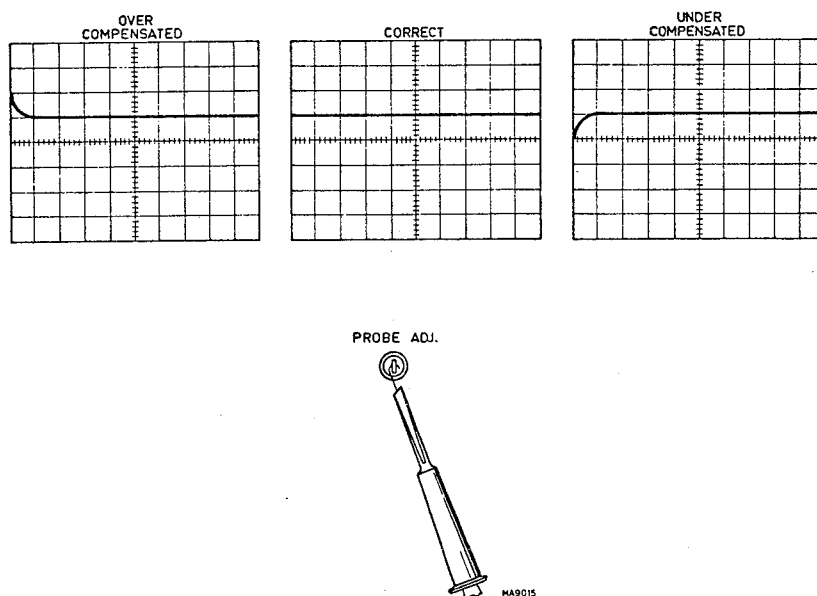

Abb. 2.4. Abgleich der Messköpfe PM 9336, PM 9336L und PM 9358
- Schalter AMPL/DIV (862) auf 5 mV/div stellen.
- Die Kompensationsdose mit Buchse A (851) verbinden und die Messkopfspitze an den Anschluss PROBE ADJ (854) legen.
- Mit einem kleinen Schraubenzieher durch die Öffnung der Kompensationsdose den Trimmer so einstellen, dass eine richtige Darstellung erhalten wird (siehe Abb. 2.4.).